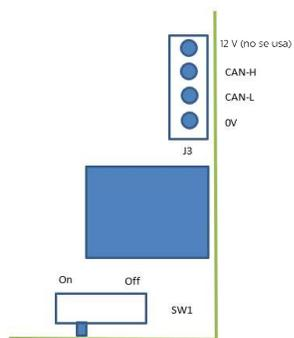

Fig 4: Instalación
- Conecte los cables del Emisor (TX) y el Receptor (RX) en las tomas del controlador (véase Fig 4). Aviso: se puede utilizar cualquier toma, ya que el software inteligente reconocerá qué detector está enchufado.